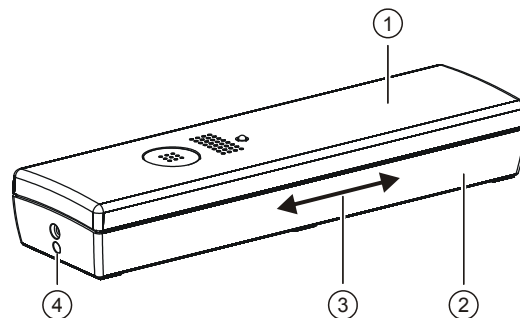

Fig. 1
- Housing bottom (see Fig. 1, [2])
- Housing cover (see Fig. 1, [1])
1. Open the housing. The housing cover can be unlocked with a pin through the hole on the housing bottom (see Fig. 1, [4]).
The housing must be positioned according to the project planning instructions (please consider good radio propagation and accessibility). Consider a sufficient distance to actuate the reed contact with a magnet (see Fig. 1, [3]) and to open the housing for battery exchange (at min. 10 cm).
10. Make sure the housing cover engages (see Fig. 1, [1]).
- Gehäuseboden (siehe Fig. 1, [2])
- Gehäusedeckel (siehe Fig. 1, [1])
1. Öffnen Sie das Gehäuse. Der Gehäusedeckel kann mit einem Stift durch das Loch im Gehäuseboden (siehe Fig. 1, [4]) entriegelt werden.
Das Gehäuse muss gemäss den Projektierungsangaben positioniert werden (auf gute Funkausbreitung und einfache Zugänglichkeit achten). Achten Sie auf genügend Abstand für die Betätigung des Reed-Kontakts mit einem Magneten (siehe Fig. 1, [3]) und für das Öffnen des Gehäuses für den Batteriewechsel (mind. 10 cm).
5. Rasten Sie den Gehäusedeckel (siehe Fig. 1, [1]) ein.
- fond du boîtier (voir Fig. 1, [2])
- couvercle du boîtier (voir Fig. 1, [1])
1. Ouvrez le boîtier. Le couvercle du boîtier peut être déverrouillé au moyen d'une pointe via le trou situé dans le fond du boîtier (voir Fig. 1, [4]).
Le boîtier doit être positionné conformément aux indications de planification (veillez à une bonne propagation des ondes et à une bonne accessibilité). Veillez à ce que la distance soit suffisante pour l'actionnement du contact à lames souples avec un aimant (voir Fig. 1, [3]) et pour l'ouverture du boîtier pour le remplacement des piles (au moins 10 cm).
5. Encliquez le couvercle du boîtier (voir Fig. 1, [1]).